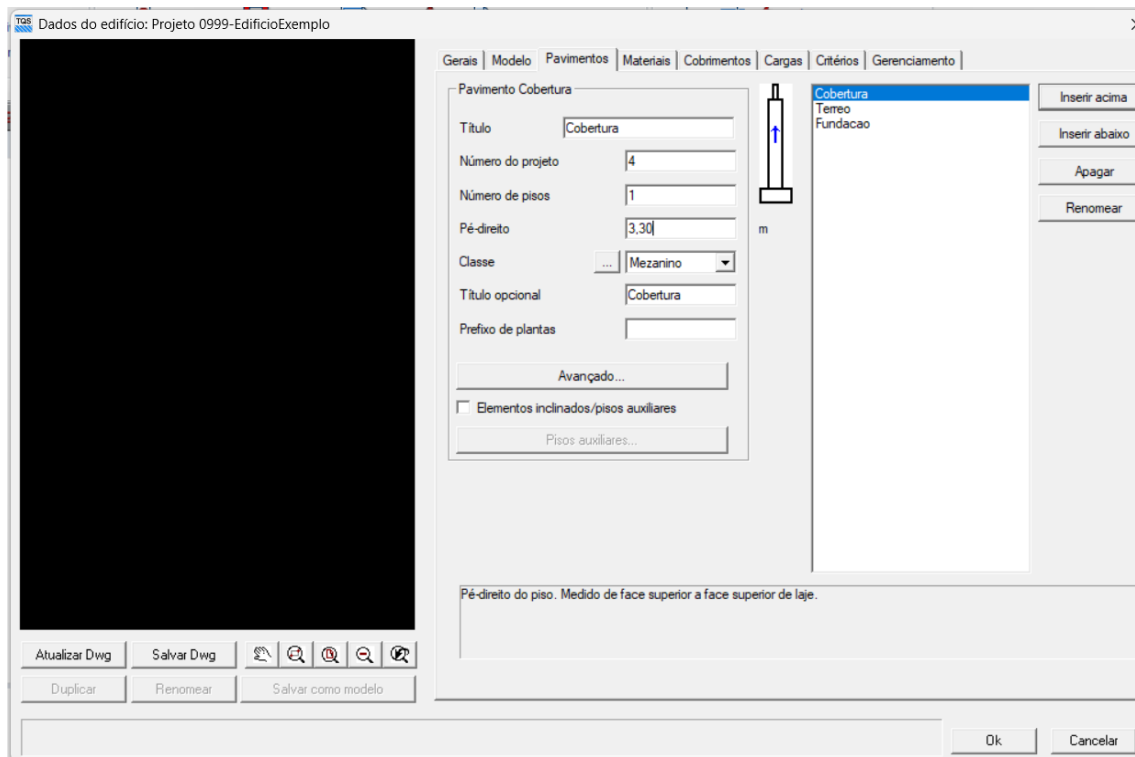

Figura 3 – Interface de dados do edifício
-Na aba Pavimentos, deverá ser criado os pavimentos do projeto. No caso do exemplo, o edifício possui térreo e pavimento superior, Lembre-se de considerar o piso osso e o acabado. No TQS criam-se os pavimentos nessa ordem (Figura 3):